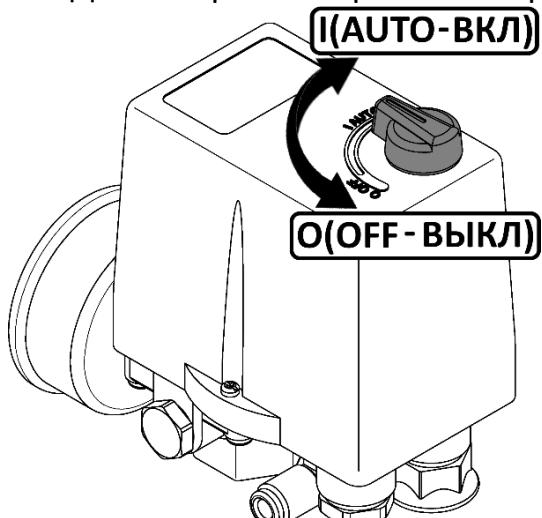

Рисунок 4
- Проверьте, чтобы выключатель на реле давления находился в выключенном положении "О" (рисунок 4).
- 1 Выключить компрессор выключателем на прессостате. Для этого необходимо переключить выключатель в положение "OFF" (см. рисунок 4). После этого остановится электродвигатель и произойдет сброс давления из нагнетательного воздухопровода и поршневого блока.
7.3.2 Компрессор оборудован устройством защиты от перегрузок. При нарушении питания электрической сети, а также при работе с ПВ более 60% возможно автоматическое срабатывание защиты двигателя. Для пуска компрессора после срабатывания защиты выполните следующие действия: после того, как двигатель остынет до допустимой температуры, переключите выключатель на прессостате в положение "OFF" (см. рисунок 4), а затем включите компрессор, переключив выключатель в положение "AUTO".